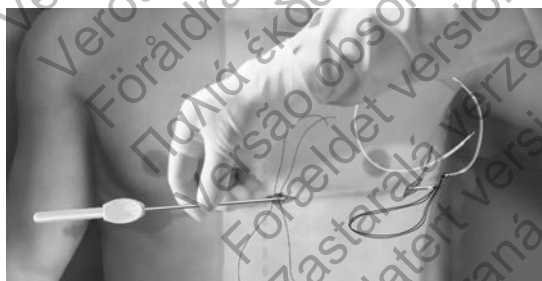

Figura 3. Collegamento dell'estremità distale dell'elettrodo sottocutaneo all'EIT
3. Utilizzando il materiale di sutura convenzionale, suturare il foro di ancoraggio dell'elettrodo sottocutaneo allo strumento EIT creando un laccio lungo 15 - 16 cm (Figura 3 Collegamento dell'estremità distale dell'elettrodo sottocutaneo all'EIT a pagina 10).